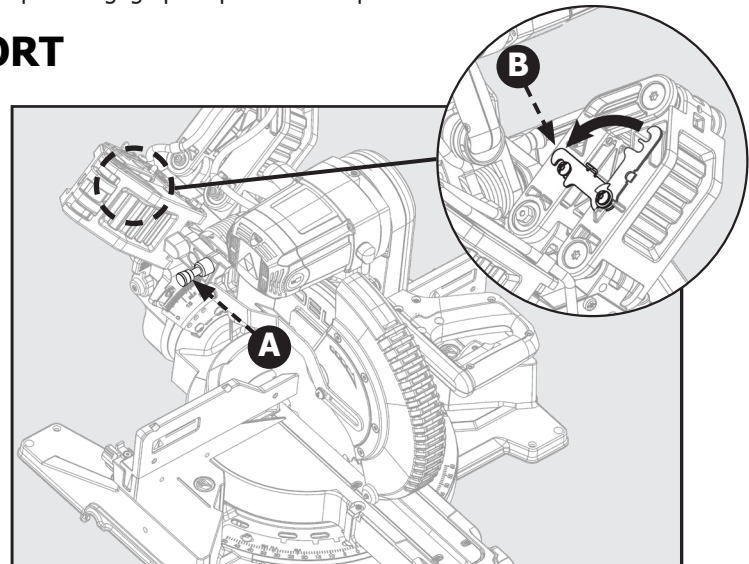

Figure 4
Verrouillez toujours la tête de la scie en sa position la plus basse avant le transport. Pour enclencher la goupille de verrouillage de la tête de la scie (A) : Poussez la tête de la scie vers sa position basse puis insérez la goupille de verrouillage comme illustré dans la figure 4.
Enclenchez toujours le verrou de prévention du glissement (B) avant de transporter la scie. Pour enclencher le verrou de prévention du glissement : Poussez la tête de la scie vers la position complètement retirée puis baissez la bielle de verrouillage comme illustré dans la figure 4.